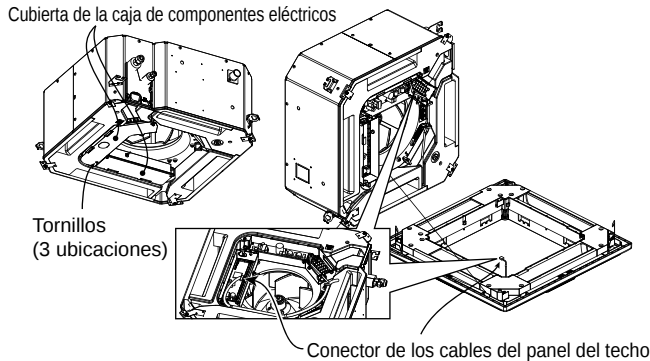

Fig. 9-26
- (1) Abra la cubierta de la caja de componentes eléctricos.
- (2) Conecte el conector de los cables de 7 contactos (rojo) desde el panel del techo al conector de la caja de componentes eléctricos de la unidad. (Fig. 9-26)
* Pase el conector de los cables a través de la abrazadera para apretarlo en su lugar. (Fig. 9-26)